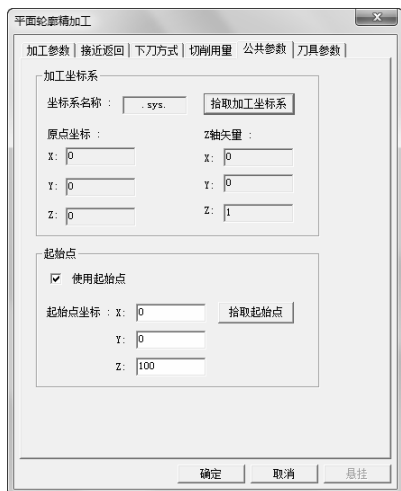

图 2-61 “公共参数”选项卡
5) 单击“公共参数”选项卡，勾选“使用起始点”，具体“起始点坐标”参数数值如图 2-61 所示。